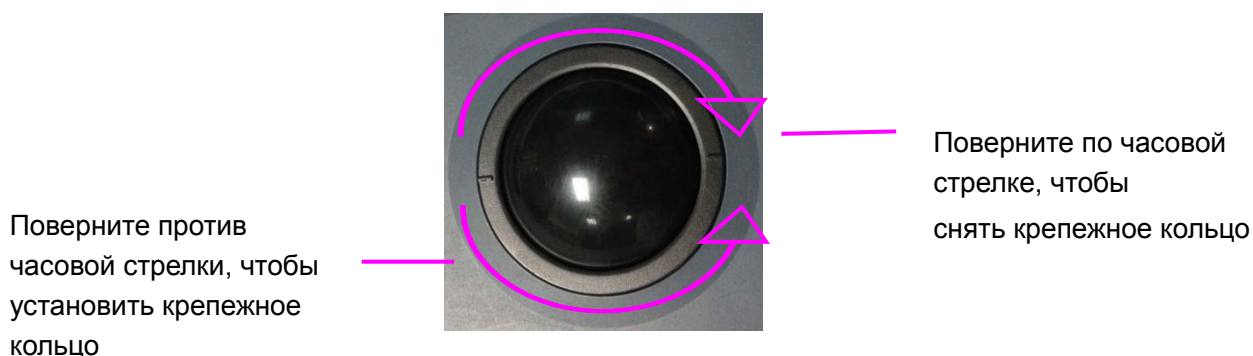

Рис. 13-1. Сборка и разборка трекбола
2. Снимите трекбол, как показано на рис. 13-1.